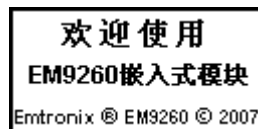

图 4-1 英创 ARM9 嵌入式模块正常启动以后的显示画面
1、EM9260 正常启动以后的显示画面如图 4-1 所示。